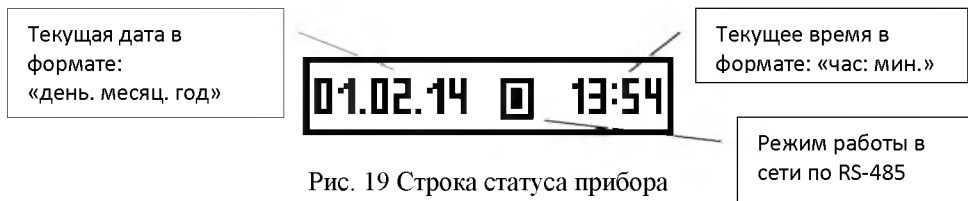

Рис. 19 Строка статуса прибора
2.5.3 Верхняя зона – строка статуса БКУ представлена на рис. 19.